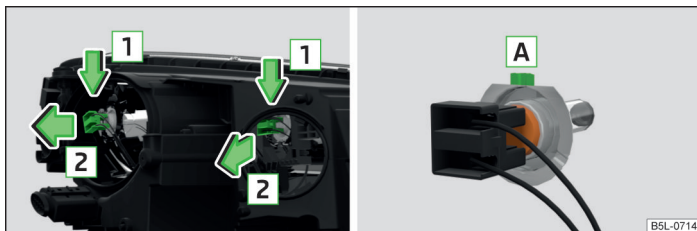

Fig. 196 Imagen esquemática: Cambiar la lámpara halógena
- » Suelte el conector respectivo con la lámpara desplazándolos hacia abajo en el sentido de la flecha **1** » fig. 196 y extrayéndolos en el sentido de la flecha **2**.
- » Coloque el conector con la nueva lámpara de forma que el talón de fijación **A** » fig. 196 de la lámpara encaje en el rebaje del reflector.